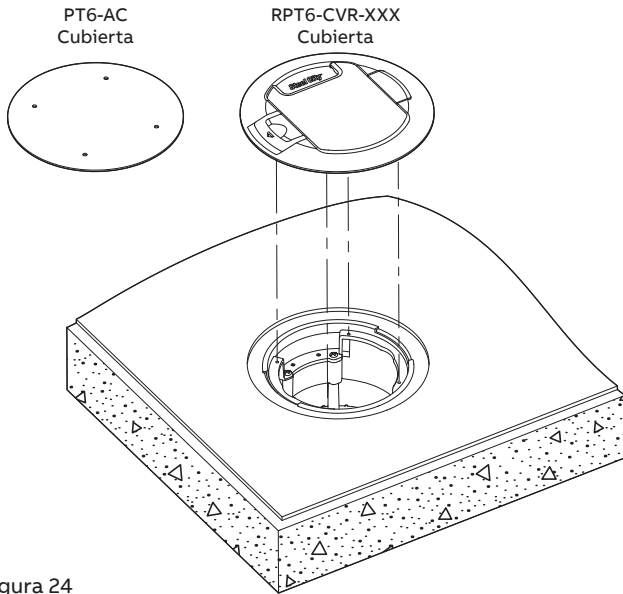

Figura 24
9.1 CUBIERTA DE ABANDONO/TEMPORAL PT6-AC (se vende por separado). Instálese para proteger el dispositivo Poke-Through y los dispositivos durante la construcción y hasta que se haya retirado el escombro. Retire e instale la cubierta RPT6 para activar la caja del piso (Figura 24).